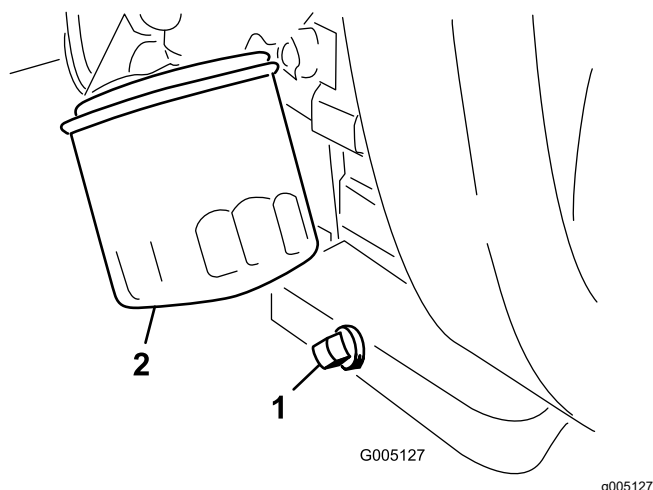

図 34
1. ドレンプラグ 図 34 を外してオイルを容器に受ける。
2. ドレンプラグのねじ山をきれいにして PTFE シーラントを巻き付ける 図 34。
3. オイルフィルタ 図 34 を外す。